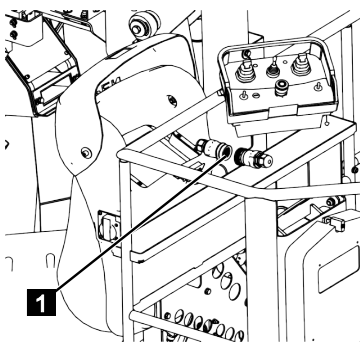

Fig. 64
1. Débrancher la connexion par fiches (Fig.64/1) et raccorder la fiche de la télécommande à câble au raccord d'accouplement.